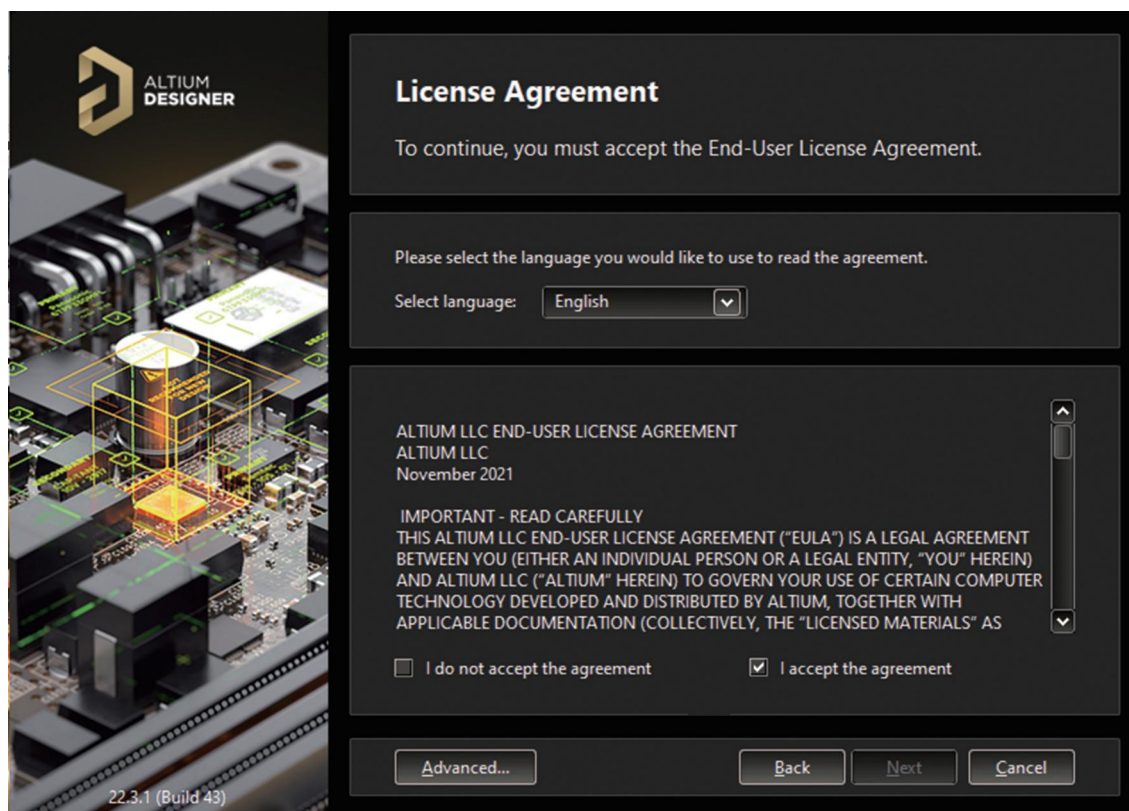

图 1-5 选择语言、接受事项对话框
(3)在弹出的对话框中,按图 1-5 所示选择语言和接受事项,然后单击“Next”按钮。